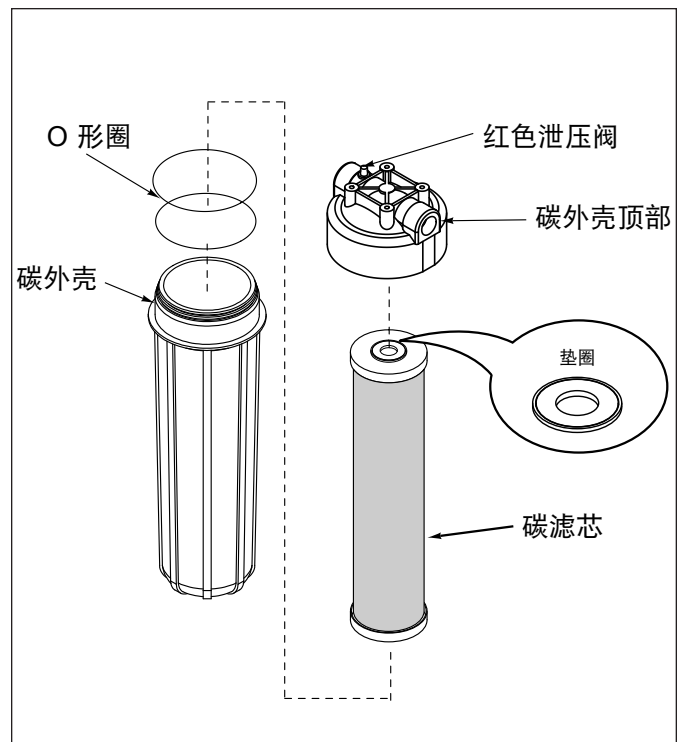

图 10. 活性炭滤芯
4. 取下活性炭滤芯外壳（图 10）。
6. 检查活性炭滤芯外壳上的 O 形圈（图 10）。如果 O 形圈已开裂、扭曲变形或遗失，更换 O 形圈。